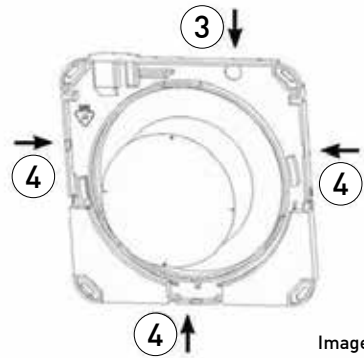

Imagen 9
2. Fracture el obturador previsto para la transferencia de conexiones [3], en caso de conexiones externas visibles, fracture las zonas previstas [4] tanto en el soporte del motor como en la cubierta (Imagen 9).